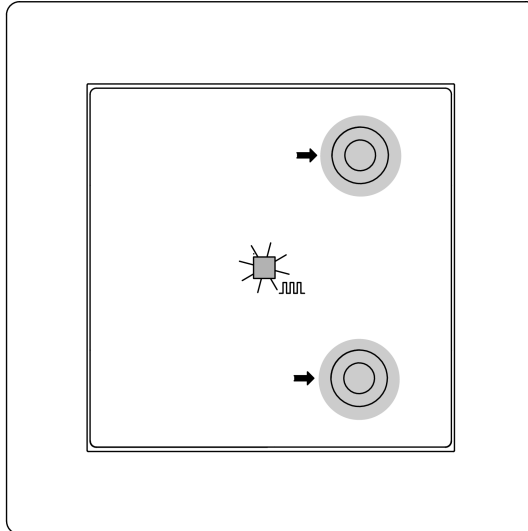
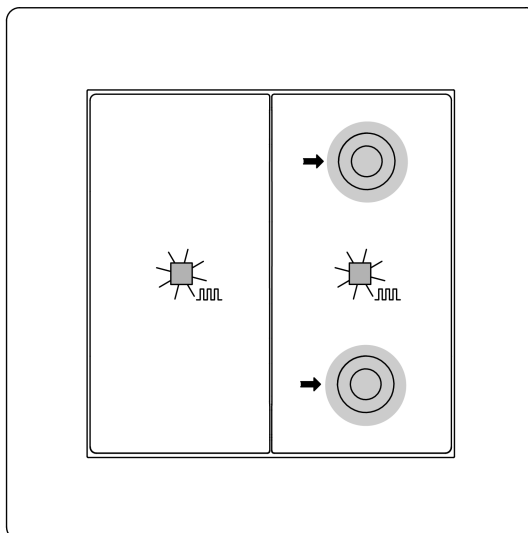

Bild 5: Programmiermodus aktivieren (1fach)
Bild 6: Programmiermodus aktivieren (2fach)
### Physikalische Adresse und Applikationsprogramm programmieren 1fach (siehe Bild 5) und 2fach (siehe Bild 6)
- Programmiermodus aktivieren: Taste oben rechts und Taste unten rechts gleichzeitig drücken und für > 4 Sekunden halten (siehe Bild 5). Die Status-LED blinkt rot. Programmiermodus ist aktiviert.